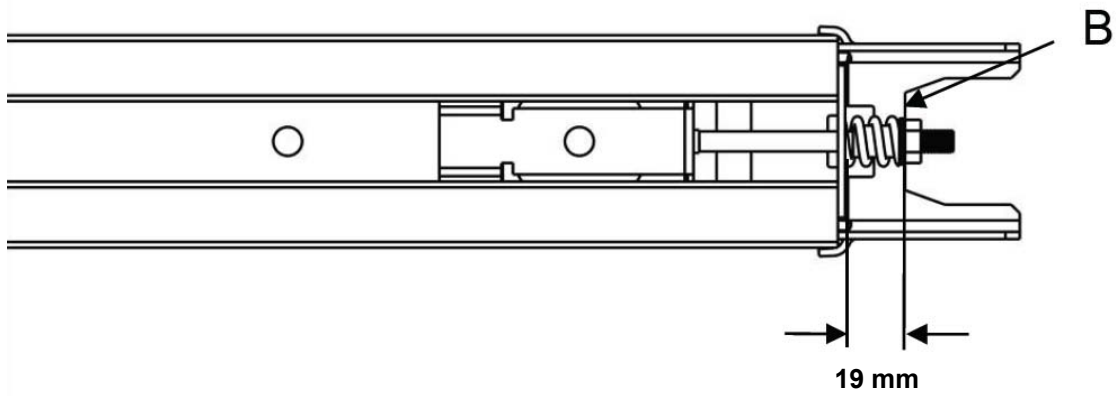

FIG. 9
- Serrare il dado nella posizione corretta come illustrato nella Fig. 9, tagliare la fascetta stringicavo di plastica sulla ruota dentata e terminare il montaggio dell'intera rotaia.